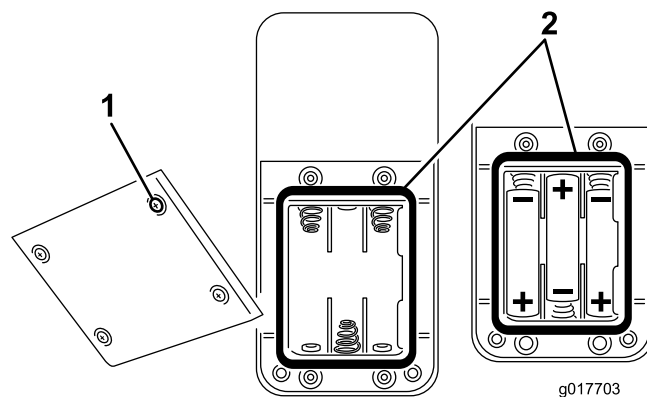

Figure 40
2. Si le compartiment est vide, utilisez trois piles AAA neuves. Prenez soin de placer les piles dans le sens indiqué à la Figure 40.
3. Si vous remplacez des piles à plat, retirez les anciennes piles et remplacez-les par trois piles AAA neuves. Prenez soin de placer les piles dans le sens indiqué à la Figure 40.